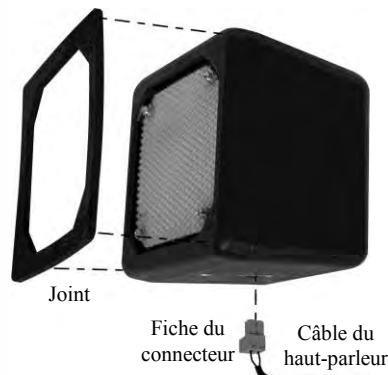

Figure 19. SP10 avec joint et fiche de connexion du câble
- Enlever environ 25 mm d'isolation à l'extrémité du câble du haut-parleur et 6 mm d'isolation de chacun des deux fils du câble, mais sans dénuder les fils. Branchez les fils du haut-parleur sur la fiche de connexion, comme illustré par la figure 19.
- Insérez la fiche dans le connecteur du haut-parleur, comme illustré par la figure 19.
- Enlevez le papier du joint auto-adhésif, et appuyez le côté adhésif du joint sur l'avant du SP10 comme illustré par la figure 19.